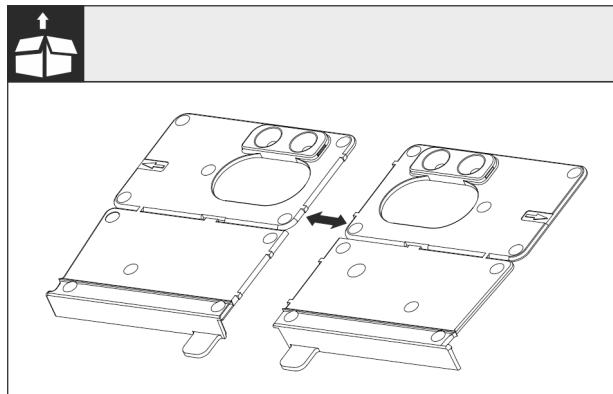

Fig. 27
- ▶ Χωρίστε τη γωνία τοποθέτησης δαπέδου Fig. 27 () στη διάτρητη γραμμή.